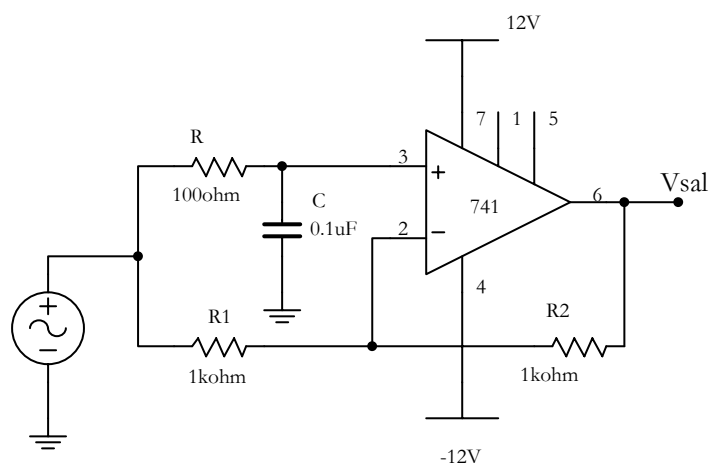

Figura 6
- 4.1. Armar el circuito de la Figura 6.
- 4.2. Calcular la frecuencia de corte del circuito de la Figura 6. Anotar dicho resultado en la Tabla 4.
- 4.6. En el circuito de la Figura 6 intercambie las posiciones de R y C. Luego de comparar la señal de entrada con la de salida, ¿qué cambio observa? Justifique.